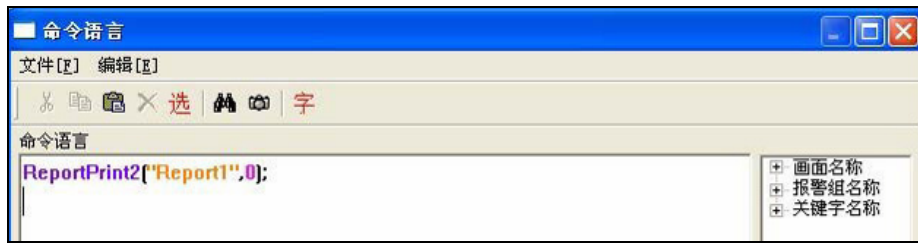

图 5-7 实时数据报表手动打印命令语言
(1) 在“实时数据报表画面”中添加一按钮，按钮文本为：实时数据报表手动打印。
(2) 在按钮的弹起事件中输入如下命令语言，如图 5-7 所示。